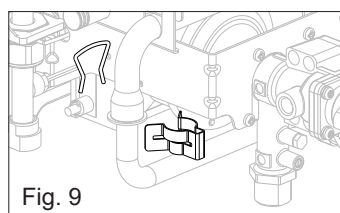

Fig. 9
- Rimuovere la clip che fissa il tubo gas al collettore (fig. 9)